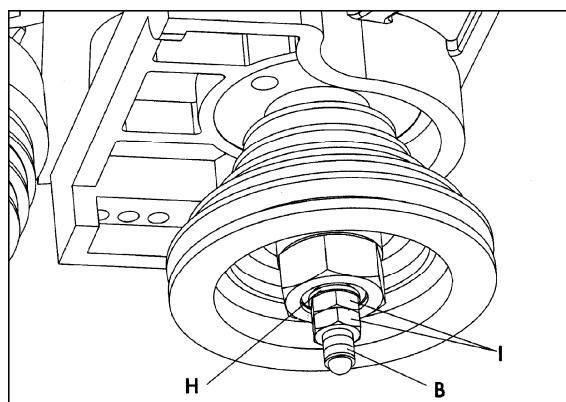

Рисунок 5
8. Откройте дверцу тумбы и установите клиновидную шайбу (H, рис. 5) на нижний конец приводного стержня (B, рис. 5).
9. Установите и крепко затяните две контргайки (I, рис. 5) ключом 19 мм.